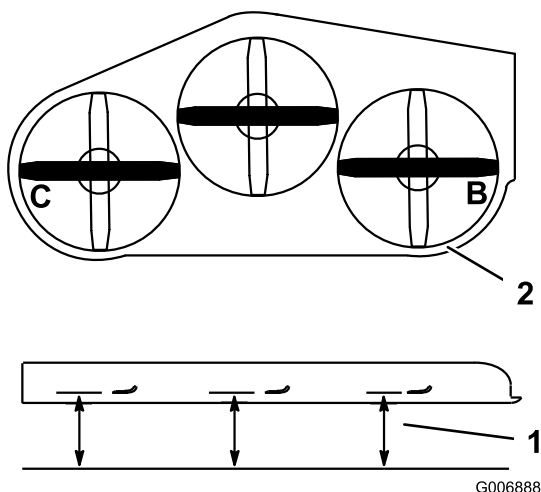

Figura 93
4. Mida en las posiciones **B** y **C** desde una superficie nivelada hasta el filo de corte de los extremos de las cuchillas (Figura 93).